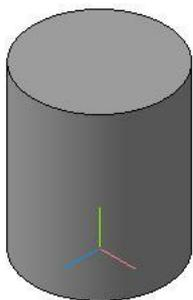

Рис. 3
- на строке **Меню** выберите **Сервис–Параметры** (рис. 3), после щелчка ЛКМ раскроется диалоговое окно, укажите **Текущая деталь–Точность отрисовки и МЦХ** (массо -центровочная характеристика). В справочном поле диалога будет показан условный коэффициент точности отображения – количество треугольников, а в окне просмотра – изображение поверхности сферы при выбранной степени точности. «Бегунок», удерживая ЛКМ, переведите в положение **Точно**. Настроив точность отрисовки и расчетов, нажмите кнопку **ОК** диалога (рис. 4).